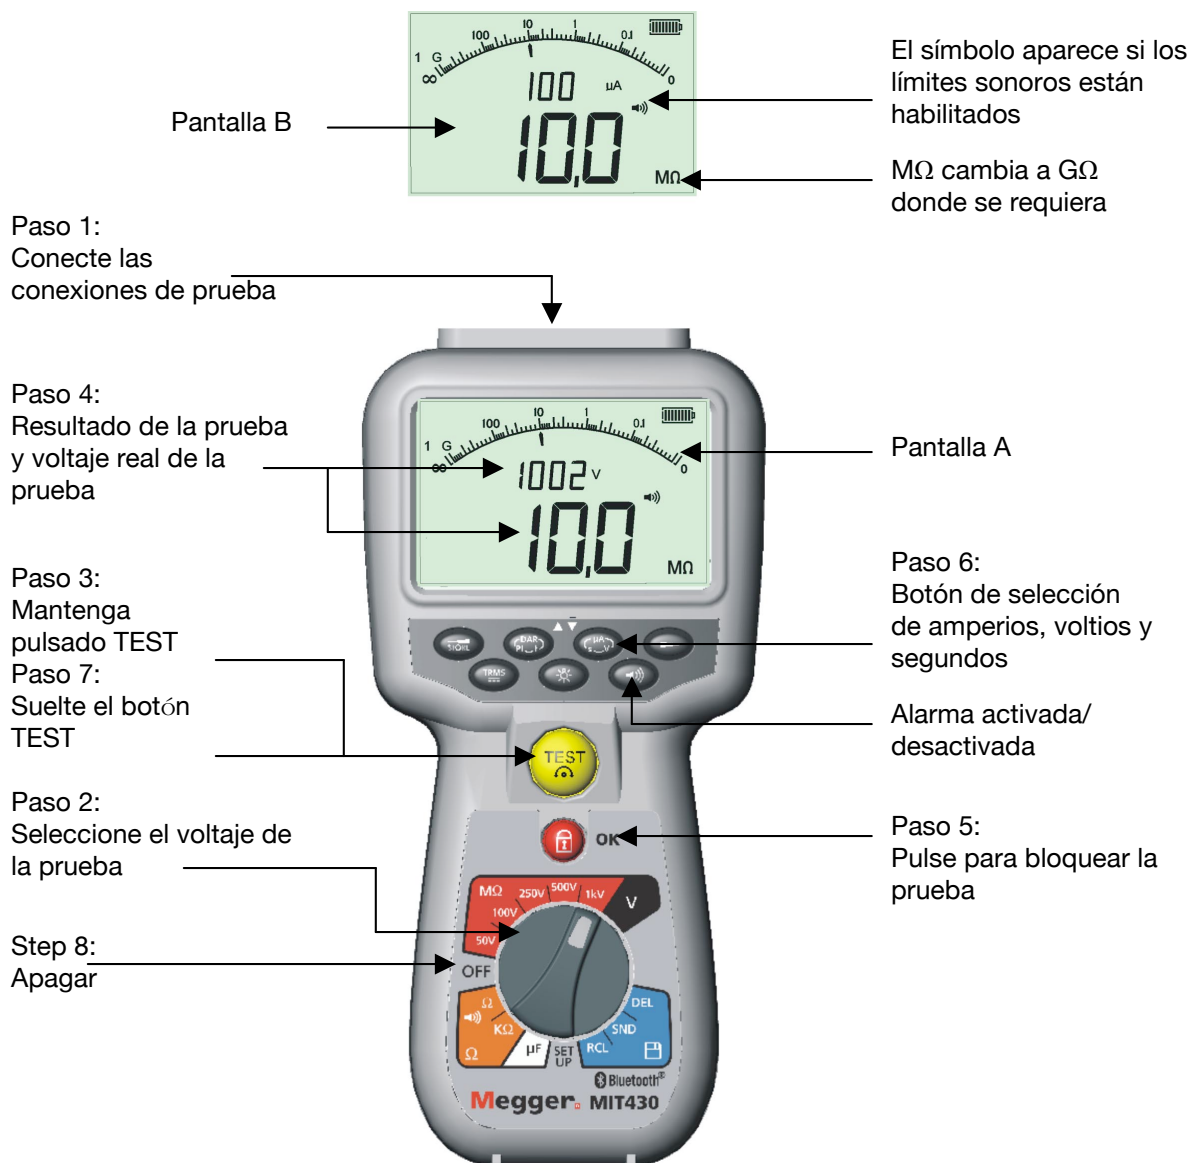

Figura 6, Prueba de aislamiento del modo estándar
(Consulte la Figura 6)
4. El valor de resistencia de aislamiento, tanto en forma analógica como digital, se visualiza junto con el voltaje de prueba real en el visor secundario (Consulte la Pantalla A de la Figura 6).